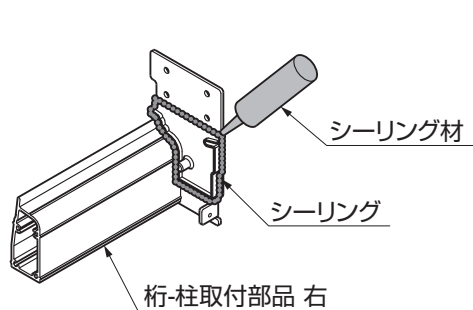

図1-4
- 指定の箇所には、必ずシーリングをしてください。(図1-4参照)